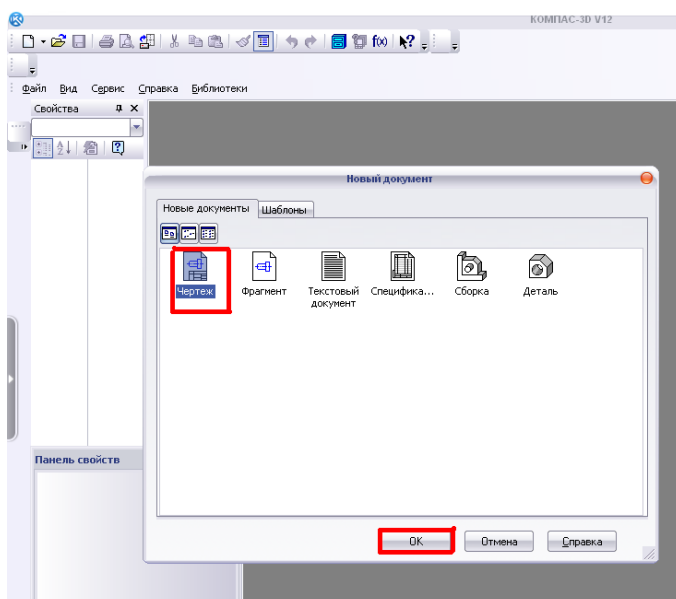

Рис.13
3. Создать чертеж (В открывшемся окне «Новый документ» на закладке «новые документы» выберите пункт «чертеж» и нажмите кнопку «ок»)(рисунок 13)